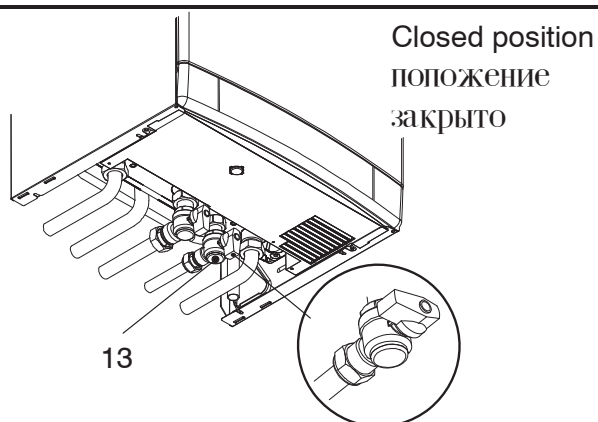

Fig. 8-3
- 1 Turn off the d.c.w. inlet isolating valve (13 in Fig. 8-3) and turn on the hot water taps and any drain cocks.
- 1 Закройте кран подачи горячей воды (13 на рис. 8.3) и откройте краны горячей воды и все сливные краны.